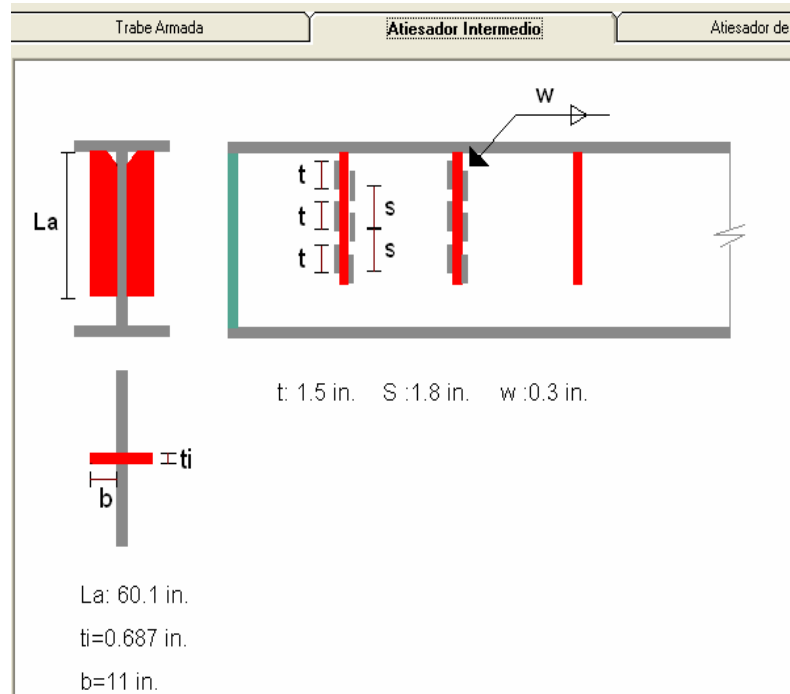

Figura 6.10 Dimensiones de Atiesadores Intermedios.
3. La carpeta “Atiesadores Intermedios”, se ilustra en la Figura 6.10.